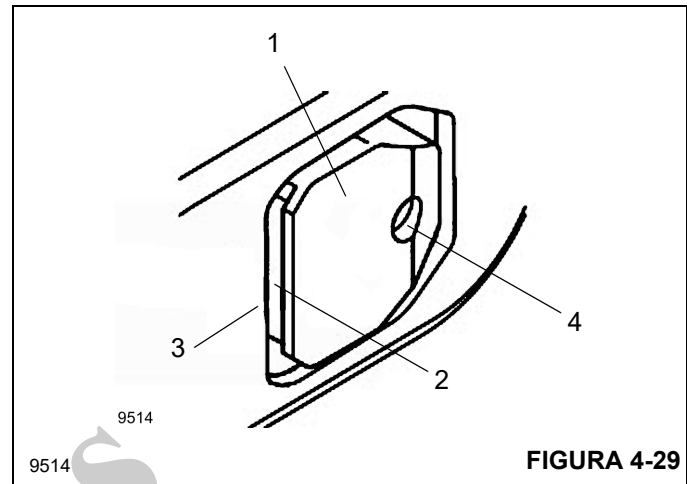

FIGURA 4-29
Somente é possível travar ou destravar uma seção telescópica manualmente se o recesso (2, Figura 4-29) no pino de travamento (1) não se engatar mais na seção telescópica (3) acima dela.
1. Retire a graxeira do orifício (4, Figura 4-29).
2. Insira um parafuso no orifício (4). O pino de travamento (1) sofre retração no processo. É possível auxiliar este processo batendo levemente com um martelo nos pinos de travamento.
3. Aperte o parafuso aplicando tensão na mola até que o pino de travamento (1) seja empurrado para dentro o máximo possível e fique localizado atrás da parede lateral da seção telescópica.
1. Retraia a seção telescópica até que o pino de travamento (1, Figura 4-29) esteja no meio da abertura.
2. Retire o parafuso do orifício (4).